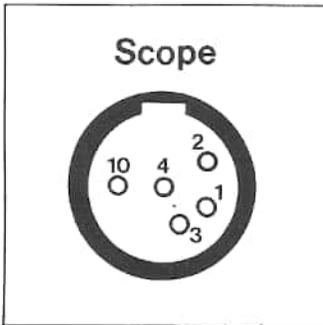

Bild 2-5. Skopausgänge
| (4) Anzeige | (13) Anschluß für Kardioskop (Bild 2-5) |